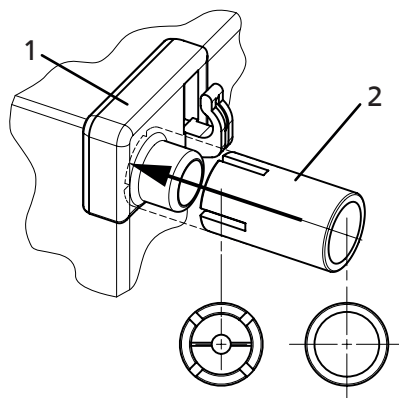

Fig. 1. Placer les douilles (2) sur le coin (1) et serrer jusqu'à blocage.
8. Afin d'assurer la circulation correcte de l'air autour de l'appareil, il faut laisser un espace convenable des deux côtés, sur le haut et derrière du réfrigérateur. Il faut mettre en place les douilles d'écartement dans les coins supérieurs à l'arrière de l'appareil, voir fig.1. Les douilles (2) se trouvent dans le bac de la chambre intérieure du réfrigérateur.